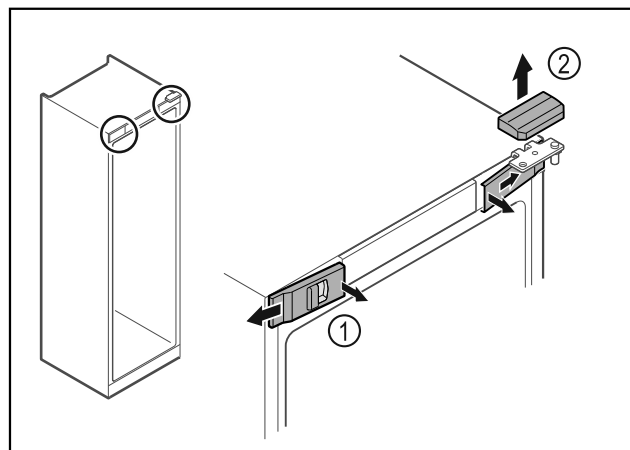

Fig. 10
- ▶ Deblocați apărătorile frontale din interior Fig. 10 (1) și detașați-le în lateral.
- ▶ Scoateți în sus Fig. 10 (2) apărătoarea.